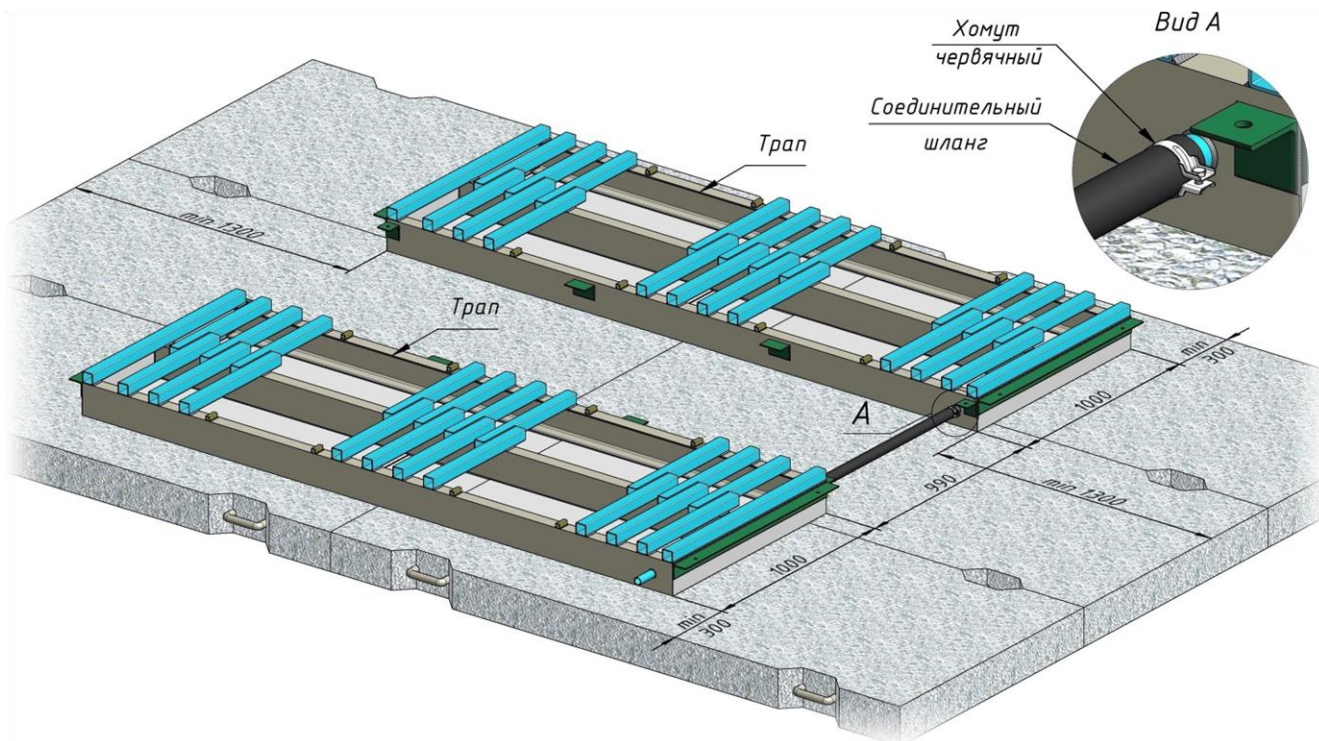

Рисунок 2
- устанавливаются два трапа на расстоянии 990 мм друг от друга, таким образом, что бы минимальные расстояния от трапов до края площадки составляли 1,3 метра спереди/сзади и 0,3 метра справа/слева. Далее трапы соединяются между собой соединительным шлангом, который затягивается червячными хомутами (смотри рис. 2);